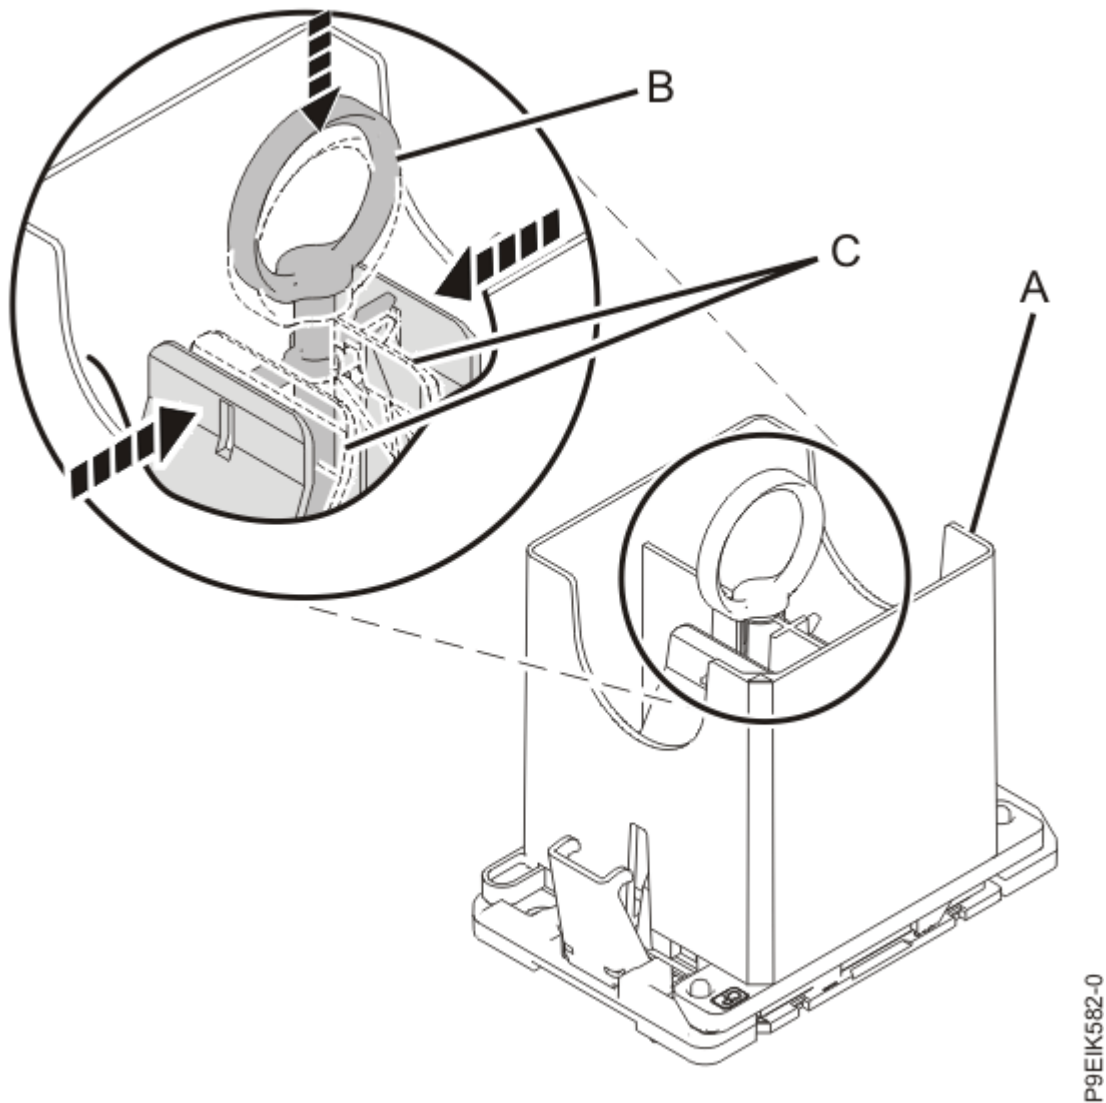

Figura 19. Extracción de la herramienta del módulo del procesador del sistema
- d) Abra los pestillos que sujetan el módulo del procesador del sistema en la herramienta de extracción suministrada **(A)**, tal como se muestra en la Figura 19 en la página 22. Presione el anillo **(B)** a la vez que presiona las pestañas **(C)**.